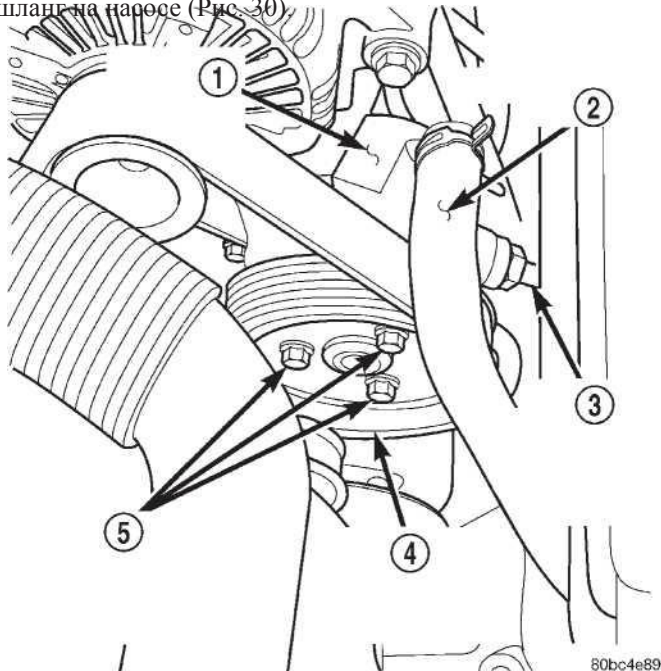

Рис. 30 Линии жидкости усилителя руля на заправке
(36) Установите линию давления текучей среды усилителя руля на насосе (Рис. 30). Убедитесь, что уплотнение, с 0 кольцами, хорошо смазано и не содержит слез.
(37) Установите жидкость усилителя руля поставка шланг на насосе (Рис. 30)